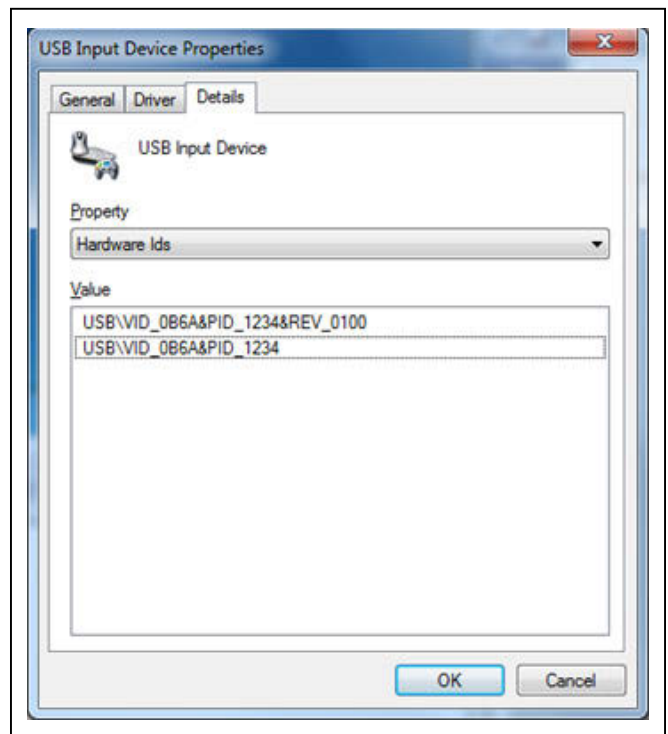

图1. USB输入设备属性
- 2) 利用USB电缆将MAX5216LPT连接至PC。无需其它驱动器；Windows将新设备识别为人机接口设备(HID)并自动查找和安装正确的驱动。更多信息请查看设备属性：Device Manager\Human Interface Control\USB Input Device\Properties -> USB\VID\_0B6A&PID\_1234，参见图1。